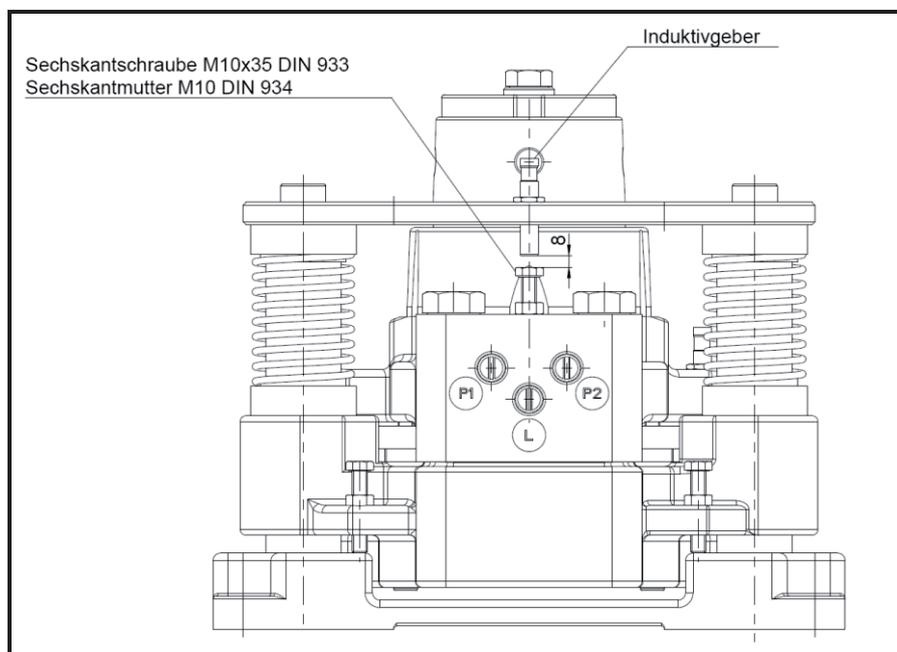

Bild 13.5
- Schrauben Sie die Sechskantschraube M10x35 DIN 933 in das Bremsgehäuse nach Bild 13.5 mit Sechskantmutter M10 DIN 934 ein.